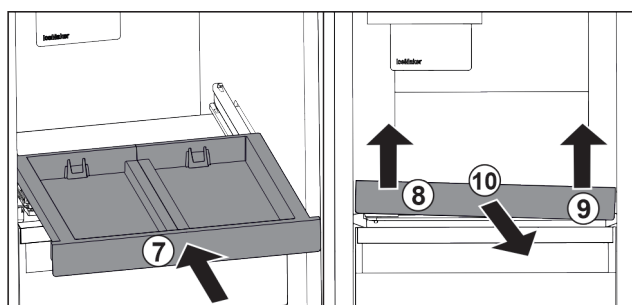

Fig. 171
- ▶ 推入拉出式搁板。 Fig. 171 (7)
- ▶ 抬起抽屉左前部。 Fig. 171 (8)
- ▶ 抬起抽屉右前部。 Fig. 171 (9)
- ▶ 向前取出拉出式搁板。 Fig. 171 (10)